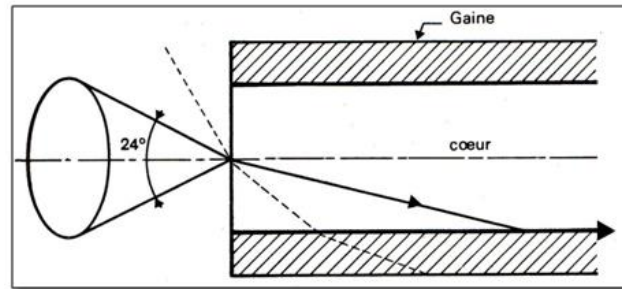

Figure 8. Cône d'acceptance d'une fibre optique.
2. Une fibre optique est donc un guide d'onde diélectrique circulaire formé d'un cœur entouré d'une gaine de guidage. Si le cœur a un indice de réfraction n_2 supérieur à celui de la gaine n_1 , un rayon optique peut alors se propager dans la fibre, celui-ci subissant des réflexions totales à chaque interface. Pour le verre, n_2 est de l'ordre de 1.5. Tous les rayons lumineux pénétrant dans une fibre ne sont pas guidés. En effet la réflexion totale n'a lieu que pour les rayons peu inclinés par rapport à l'axe de la fibre c'est à dire ceux entrant dans le **cône d'acceptance** (voir Figure 8.) de demi-angle au sommet θ_{imax} . Le sinus de cet angle θ_{imax} définit l'**ouverture numérique ON**. On montre que